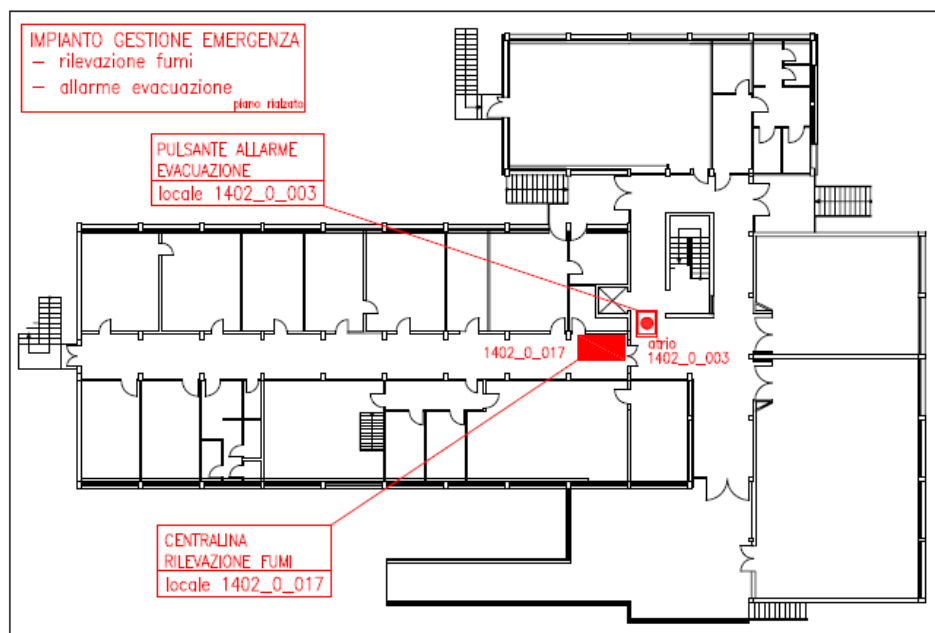

Figura 1. Impianti gestione emergenze.
La struttura è dotata di un sistema di allarme automatico per la rilevazione e segnalazione di incendi. L'impianto è costituito da una centrale di comando ubicata nel corridoio al piano rialzato (locale 1402\_0\_017, vedi p.to 3.3 – Figura 1), da rilevatori di fumo (nei locali previsti dalla norma), da pulsanti manuali e da targhe ottico/acustiche lungo tutti i corridoi e lungo le vie di fuga.
Per la gestione dell'evacuazione bisogna attivare il pulsante dedicato all'evacuazione posto nell'atrio al piano rialzato (locale 1402\_0\_003, vedi p.to 3.3 – Figura 1) che aziona il **suono continuo** delle targhe ottico/acustiche.
Per la gestione dell'evacuazione dell'intero Edificio bisogna attivare il pulsante dedicato all'evacuazione posizionato nell'atrio al piano rialzato (vedi p.to 3.3 – Figura 1); all'attivazione dell'impianto **tutte** le targhe ottico/acustiche dell'Edificio iniziano ad emettere un **suono continuo**.
- effettua la chiamata ai **Vigili del Fuoco (115)** e se necessario **dell'autoambulanza (118)**;
- ordina l'evacuazione dell'edificio (**suono continuo** delle targhe ottico/acustiche) attivando il pulsante per l'evacuazione posto nell'atrio al piano rialzato (vedi p.to 3.3 – Figura 1);
Al suono alternato delle targhe, il Coordinatore e/o gli Addetti antincendio, verificano la causa che ha dato origine al segnale di allarme controllando nella centrale di comando la zona in emergenza (vedi p.to 3.3 – Figura 1).
- **Ordinano l'evacuazione** dell'edificio (**suono continuo** delle targhe ottico/acustiche) attivando il pulsante per l'evacuazione posto nell'atrio al piano rialzato (vedi p.to 3.3 – Figura 1);
- **Effettuano la chiamata ai Vigili del Fuoco (115) e se necessario al pronto soccorso (118)**; dopo il "pronto" dell'operatore, notificano la situazione d'emergenza indicando nell'ordine: